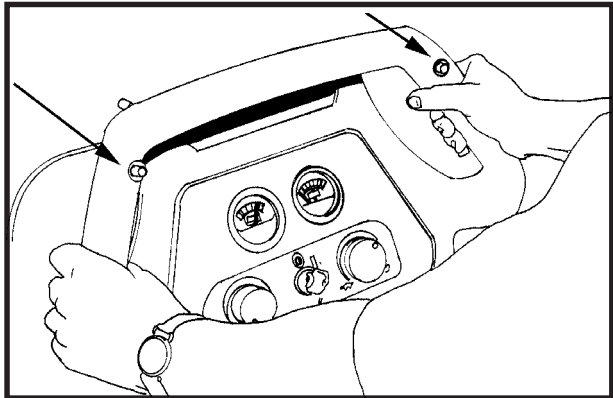

Abb. 1
1. Vergewissern Sie sich, daß die Laderampe mindestens acht(8) Fuß lang und 32 Zoll breit und stabil genug für das Gewicht der Maschine ist.
6. Richten Sie die Maschine auf einer ebenen Oberfläche fünf (5) Fuß vor der Rampe aus.
8. Bei der Maschine L20 drücken Sie einen der Vorwärts-/Rückwärts-Schalter, während Sie den weißen Rückwärtsschalter eindrücken. Fahren Sie die Maschine rückwärts auf die Rampe. Siehe Abb.1.